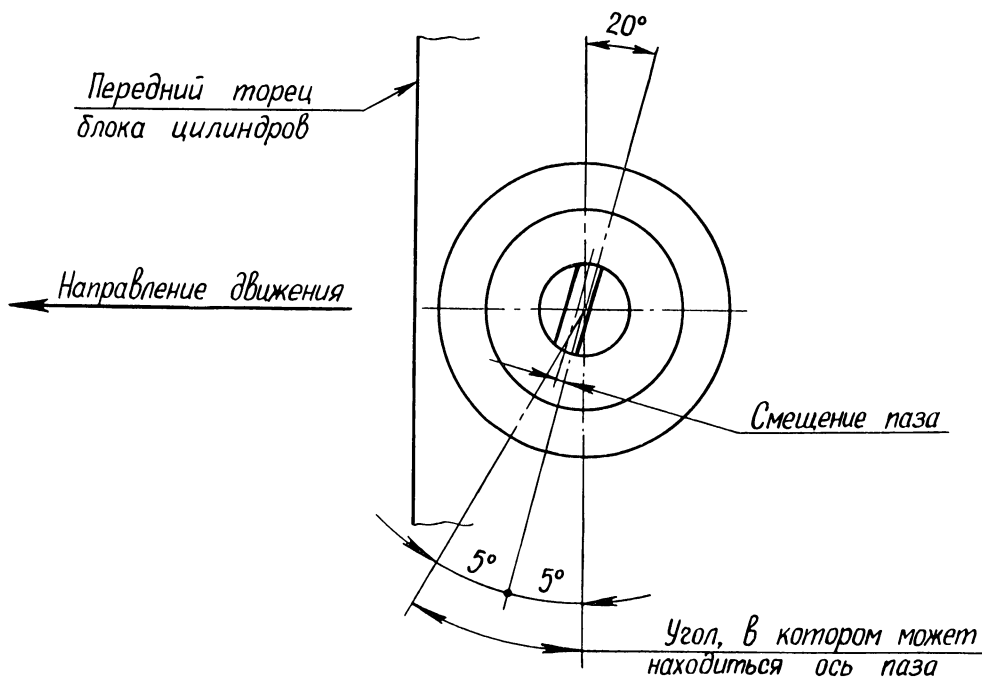

Рис. 23. Схема установки вала привода распределителя зажигания.
I. Повернуть по часовой стрелке коленчатый вал не менее одного оборота так, чтобы поршень первого цилиндра находился вблизи ВМТ хода сжатия, а острие указателя против цифры  $10^{\circ}$  на шкале маховика демпфера коленчатого вала. При этом ось паза на торце вала привода распределителя должна совпадать с осью, наклоненной к плоскости переднего торца блока цилиндров на  $20^{\circ}$  с точностью  $\pm 5^{\circ}$  (рис.23). Паз должен быть смещен вперед. В случае несовпадения оси паза на величину большую, чем указано выше, необходимо выполнить следующие операции:
I.4. Удерживая цепь в этом положении, повернуть отвёрткой вал привода распределителя против часовой стрелки до такого положения, чтобы при натянутой цепи положение паза соответствовало указанному на рис. 23.
I.6. Провернуть коленчатый вал на два оборота по часовой стрелке и повторно проверить положение паза вала привода распределителя. В случае отклонений его положения больше, чем указано на рис. 23, произвести необходимые уточнения способом, изложенным в подпунктах I.2-I.5. После окончания этой проверки установить на место крышку правой головки цилиндров. При этой проверке проворачивать коленчатый вал следует не стартером, а вручную - либо за ремни и вентилятор, либо за зубчатый венец диска крепления гидротрансформатора при вывернутых свечах.
Проверка давления должна производиться с помощью приспособления (рис. 23а) следующим образом:
Рис. 23а. Приспособление для проверки производительности и давления топливного насоса: